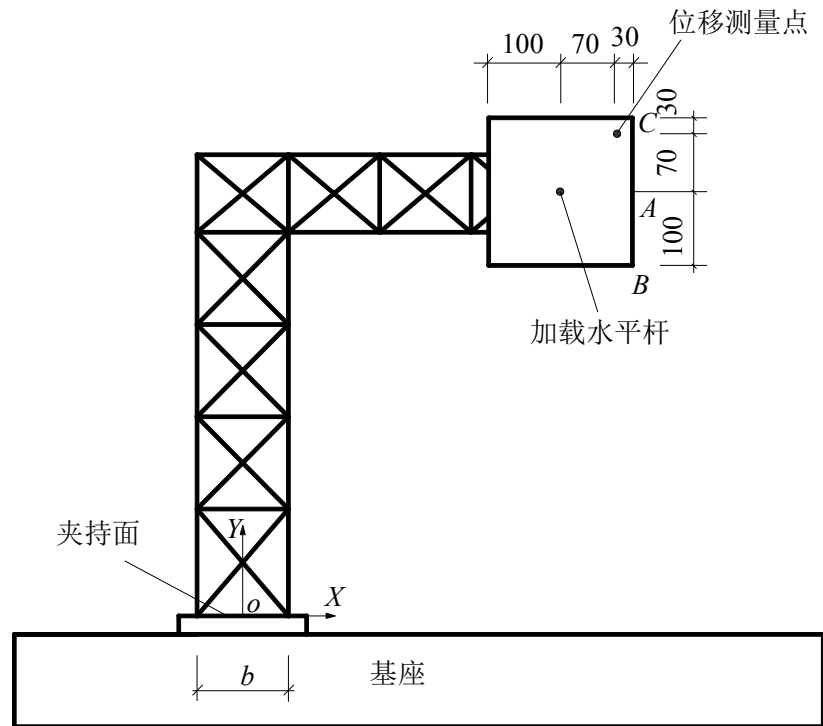

图 3 模型尺寸示意图 1
b. 图 3 中，加载板为一 $200\text{mm} \times 200\text{mm} \times 2\text{mm}$ ($X \times Y \times Z$) 的钢板，加载水平杆位于加载板中心，加载板 BC 边的中点为 A。与加载板接触的梁侧面应为平面且与加载板完全接触，该侧面的端部（Y 向）中点应与 A 点平齐。悬臂梁端部应与加载板 BC 边平齐，在悬臂梁梁顶应提供可放置直径为 80mm、高为 45mm 砝码的平面，且砝码四周不应提供支挡物用以阻止砝码可能的滑动。砝码圆心距梁端 40mm，砝码重 1.275 kg。